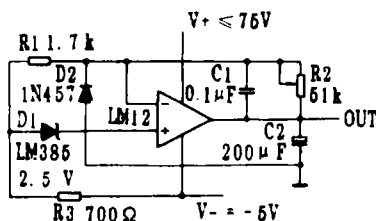

图 3
2. **稳压器** 见图3,本电路输出电压为0~70V,调节 R_2 可改变输出电压。